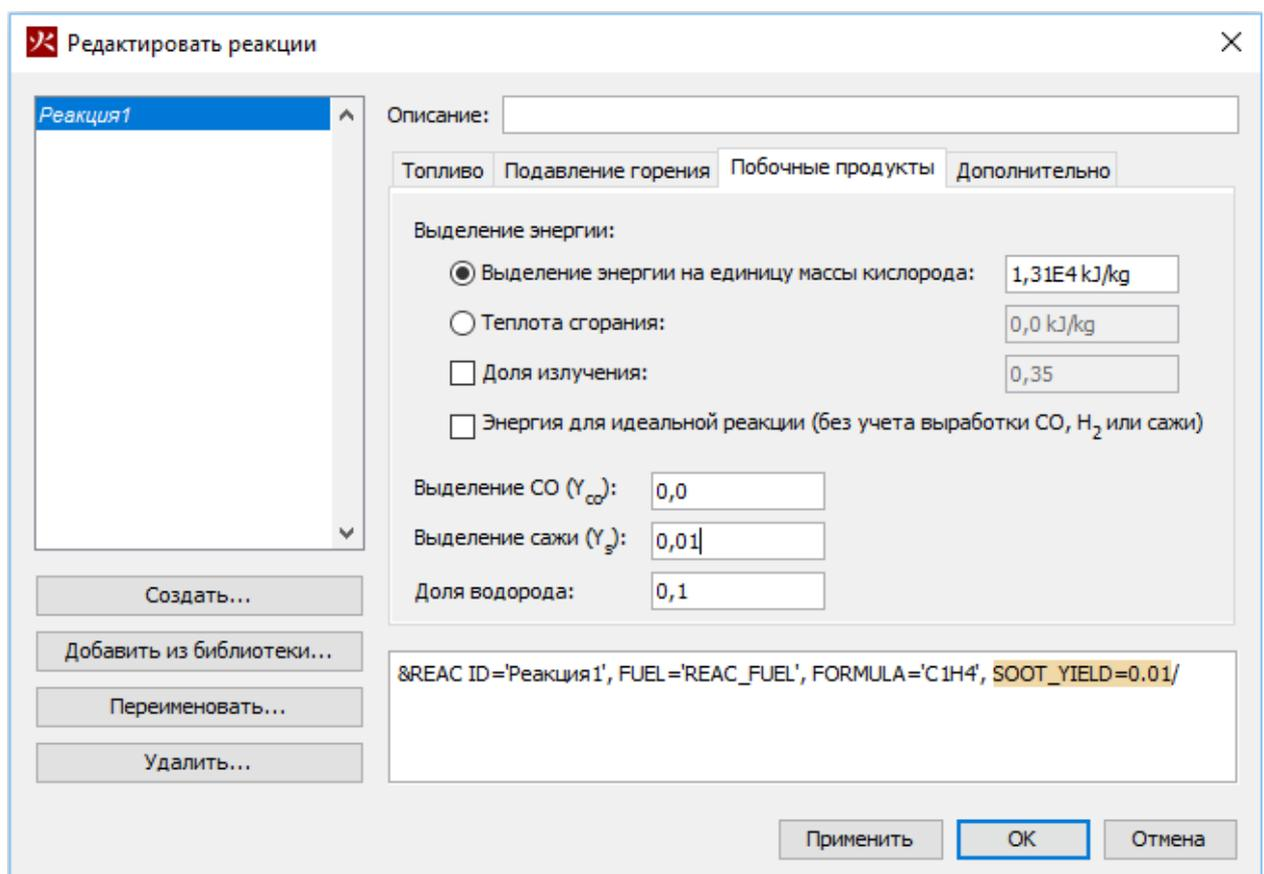

Рисунок 14-4 Вкладка «Побочные продукты» окна редактирования реакций
5. На вкладке «**Побочные продукты**» вы можете выбрать выделение энергии задается либо «**На единицу массы кислорода**» или «**Теплоту сгорания**». Также там задается доля угарного газа, водорода и сажи. Значения для полиуретана показаны на рисунке Рисунок 14-4.